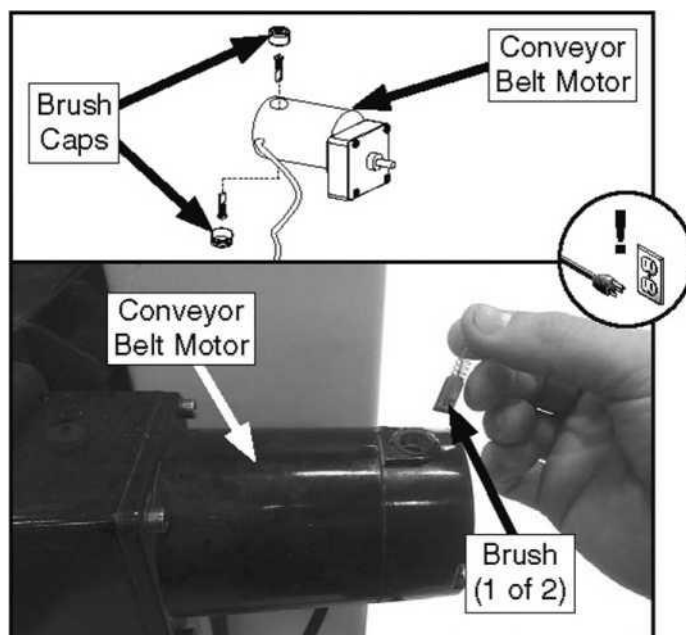

Рисунок 1. Расположение винтов крышки двигателя.
2. Снимите колпачки щеток и изношенные щетки (см. рисунок 1) с двигателя конвейерной ленты.